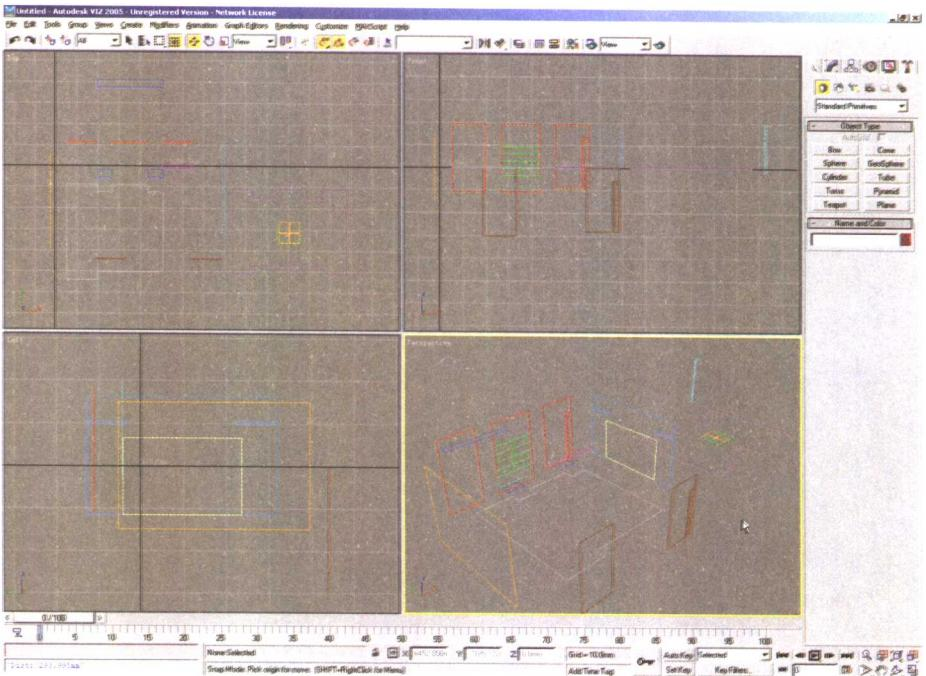

图 1-9 旋转设置其他立面
(9) 以同样的操作方法，将其他立面旋转成与顶视图垂直，如图 1-9 所示。